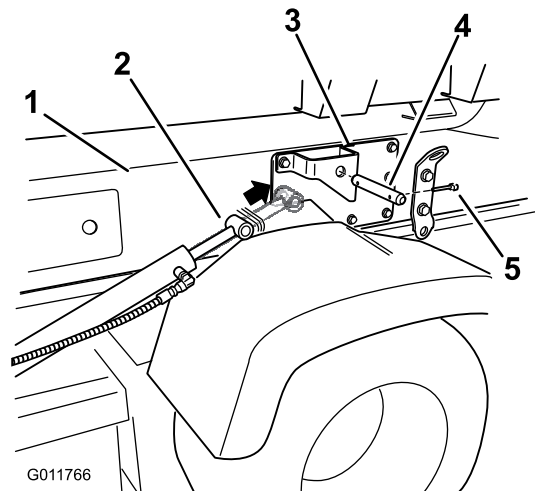

Figura 4
2. Estenda os cilindros de elevação para os suportes no patim do depósito. Alinhe os braços do cilindro com os furos nos suportes do patim do depósito (Figura 4).
3. Utilize o pino de forquilha e pino de sujeição para prender os cilindros de elevação em ambos os lados do veículo (Figura 4).